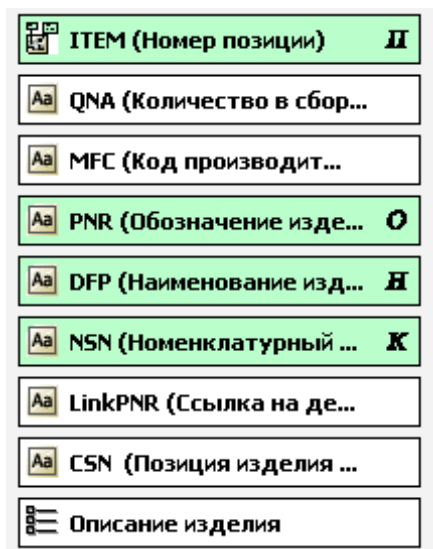

Рис. 3.32
4. Нажмите на кнопку **Применить**. Новый атрибут появится в окне настройки перечня (Рис. 3.32).